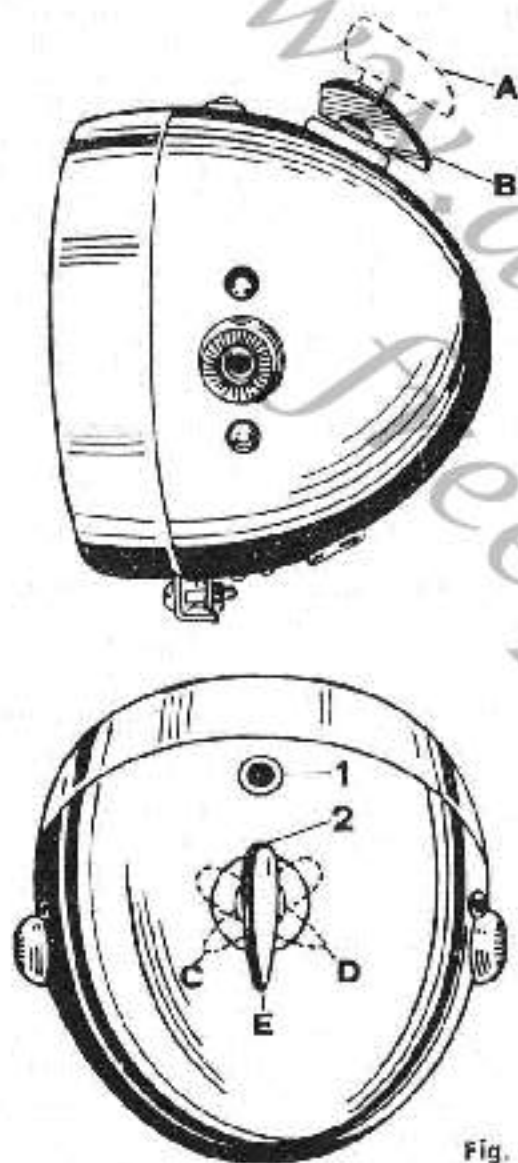
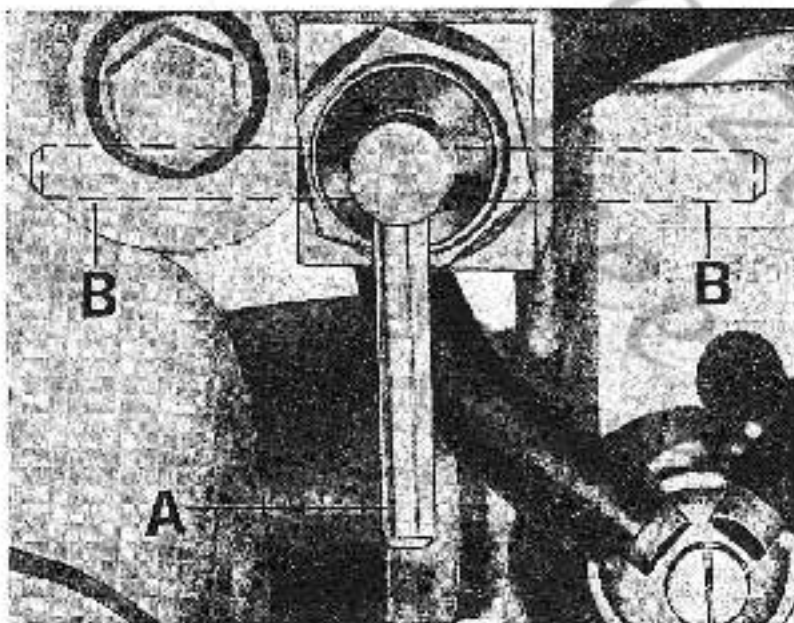

Fig. 7
Fig. 9
(ved. fig. 7)
(ved. fig. 9)
- la chiave sul faro sia in posizione di marcia (vedere B di fig. 7);
- il rubinetto benzina sia aperto (vedere A di fig. 9);
Chiudere la manopola comando gas (girata in avanti), tirare a fondo la leva della frizione e passare in posizione di folle, alzare la chiave sul faro portandola in posizione di arresto (vedere A di fig. 7) e chiudere il rubinetto della benzina portandolo in posizione di chiuso (B di fig. 9).